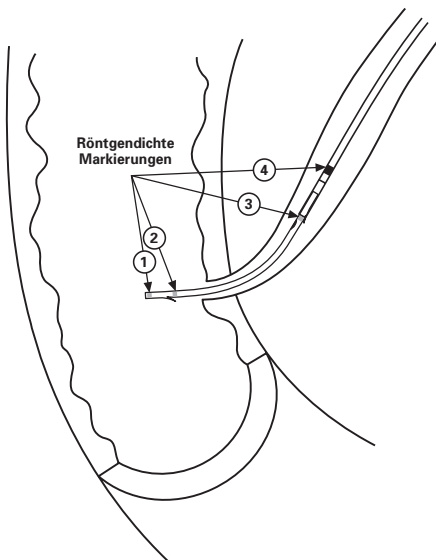

Abb. 3
13. Bei der Einführung des Stentsystems kann der Chirurg die vier röntgendichten Markierungen unter Durchleuchtung verfolgen. Der Seitenanschluss kann jederzeit zur Injektion von Kontrastmittel eingesetzt werden, wenn die Sicht verbessert werden muss. (**Abb. 3**)
14. Die erste röntgendichte Markierung (1) befindet sich an der distalen Spitze der Innenschleuse und markiert die Position der distalen Stentspitze.
15. Die zweite Markierung (2) befindet sich in einer Position, die dem distalen Flügel des Stents entspricht und zeigt die korrekte Position des Stents in der Ampulla an. Wenn diese Markierung sich im Duodenum befindet, kann der Chirurg sicher sein, dass der Stent in der Ampulla abgesetzt werden wird, und dass sich der distale Flügel im Duodenum und der proximale Flügel im Gallengang befindet.
16. Die dritte Markierung (3) gibt die Position des proximalen Flügels an, sodass der Chirurg vor dem Absetzen die Position beider Flügel kennt. Diese Markierung sollte über der Ampulla gehalten werden, um zu vermeiden, dass der Stent zu niedrig im Gallengang abgesetzt wird.
17. Die vierte Markierung (4) ist die größte und steht für die distale Spitze des Stenthalters (c), gegen den das Absetzen erfolgt.